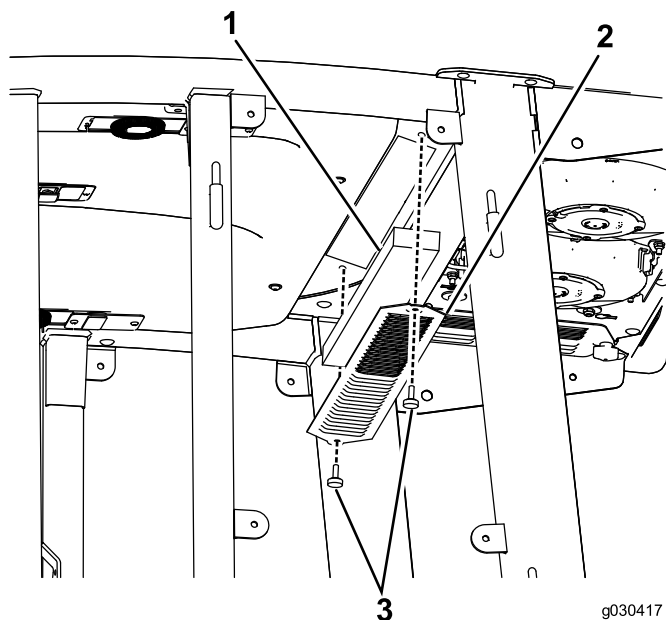

Figura 64
1. Remova os parafusos de aperto manual e as grelhas dos filtros de ar interior e traseiro da cabina (Figura 64).